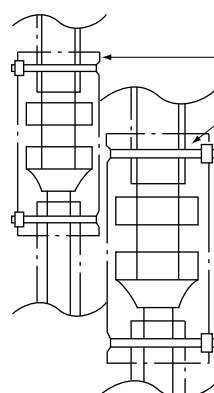

Abb. 13
- Bringen Sie nach der Überprüfung auf austretendes Gas die thermische Isolierung an den Rohrleitungen an. (**Siehe Abb. 13**)
- Bringen Sie die thermische Isolierung sowohl an den Gas- als auch den Flüssigkeitsleitungen an, vorhanden ist. Verwenden Sie hierzu das beiliegende Isoliermaterial (5) und (6). (Befestigen Sie beide Enden der Isolierung (5) und (6) mit der Schelle (8).)